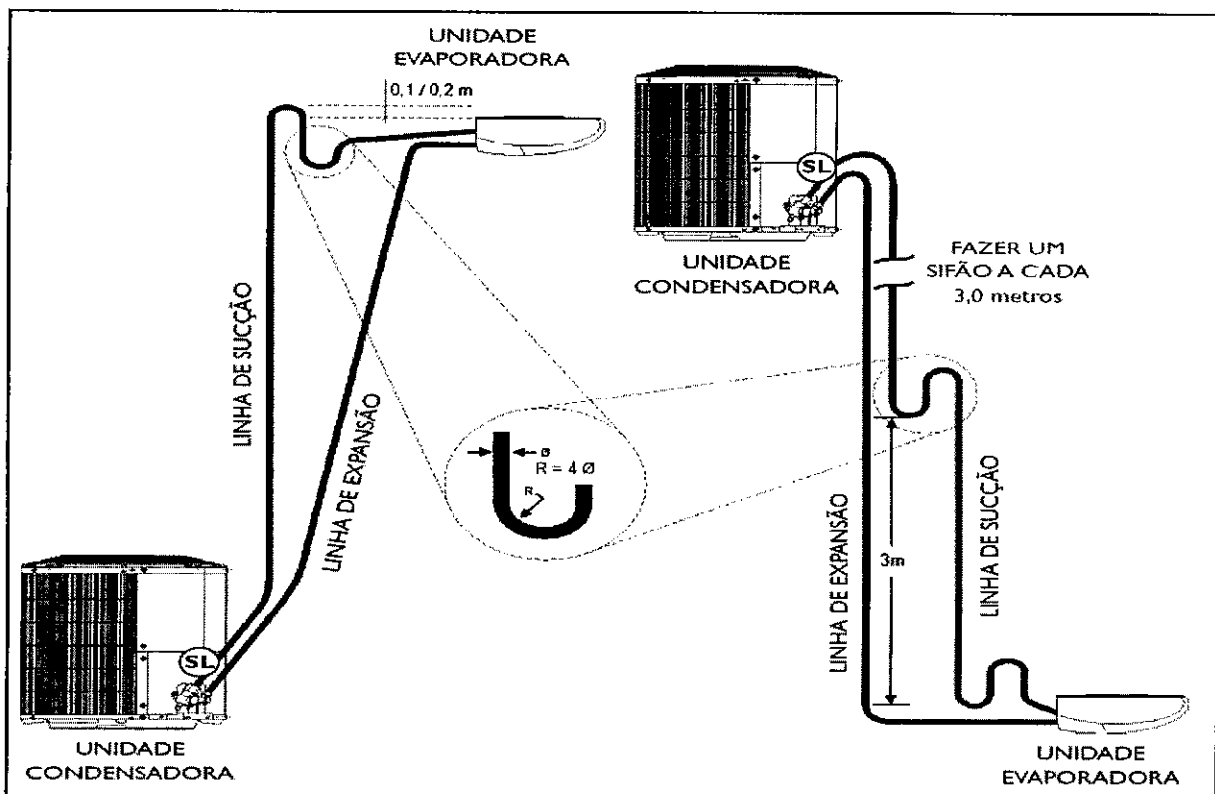

Figura 2 – Instalação de linhas com desníveis superior a 3 (três) metros.
19. Para o caso de instalações entre em que as unidades internas e externas estejam desniveladas por uma altura maior que 3 (três) metros, o instalador deverá instalar sifões, seguindo as recomendações do fabricante. Caso o Manual de Instalação do fabricante seja omissivo, as recomendações da Figura 2 deverá ser seguida.